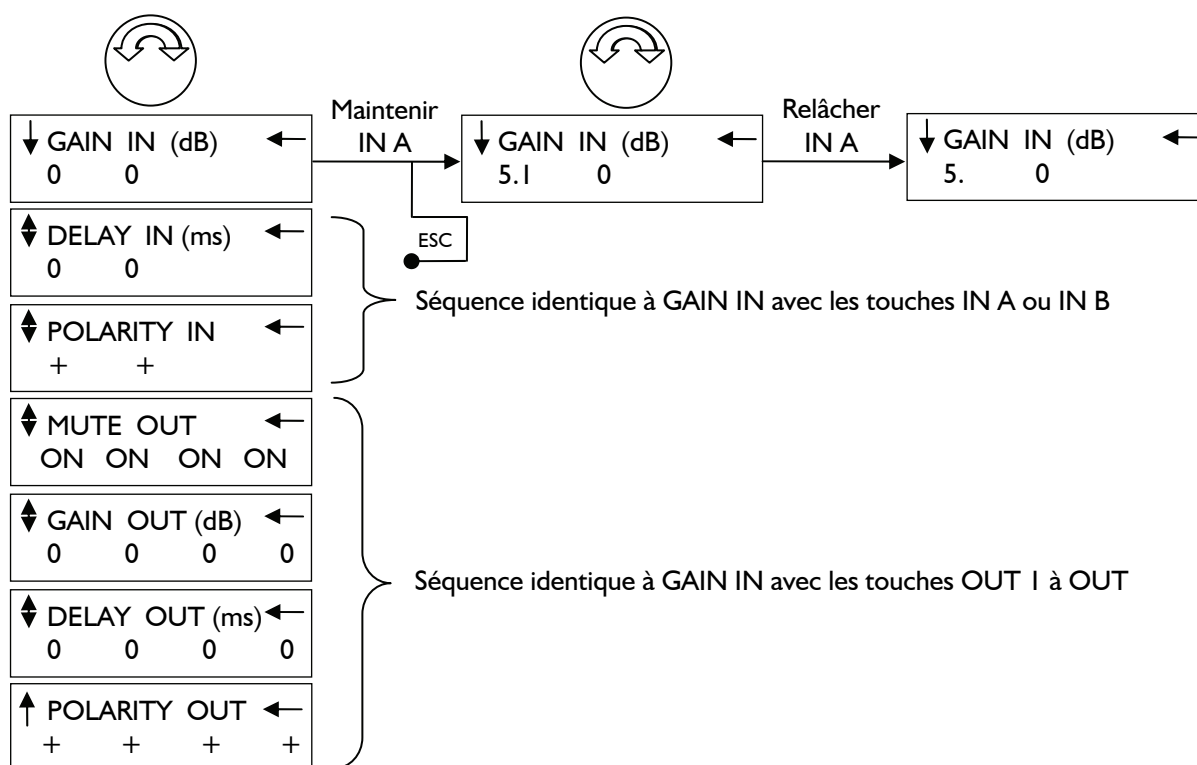

Figure 19 : Réglage des paramètres des presets
1. Tourner l'encodeur pour sélectionner l'un des 7 paramètres (voir Figure 19).